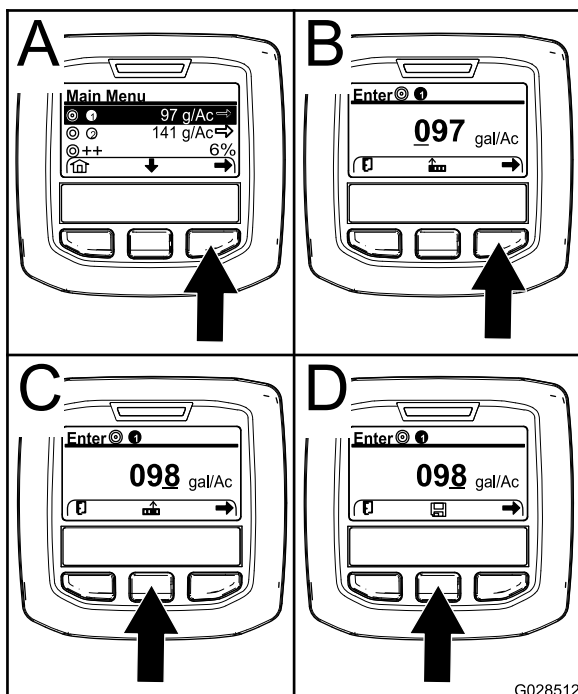

Figura 67
2. Se necessario, premete il pulsante di selezione centrale per evidenziare il volume di applicazione per il programma 1 dell'irroratrice (Figura 67).
3. Premete il pulsante di selezione destro per selezionare il programma 1 dell'irroratrice (A della Figura 67).
- Premete il pulsante di selezione destro (B della Figura 67) per spostare il cursore alla posizione numerica successiva a destra.
- Premete il pulsante di selezione centrale (C della Figura 67) per aumentare il valore numerico (da 0 a 9).
Nota: Comparirà l'icona Salva sopra il pulsante di selezione centrale (D della Figura 67).
6. Premete il pulsante di selezione centrale (D della Figura 67) per salvare la programmazione del volume di applicazione.